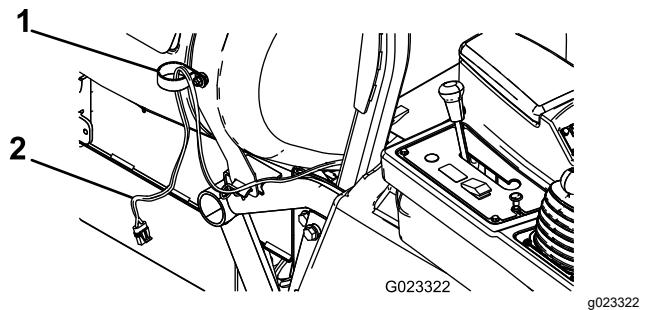

Figura 2
4. Sujete una abrazadera en R pequeña al perno de cuello cuadrado usando una tuerca con arandela prensada ($\frac{3}{8}$ "'), como se muestra en la Figura 2.
5. Pase el extremo del arnés de cables que va al carrete de la manguera a través de la abrazadera en R, según se muestra en Figura 2.